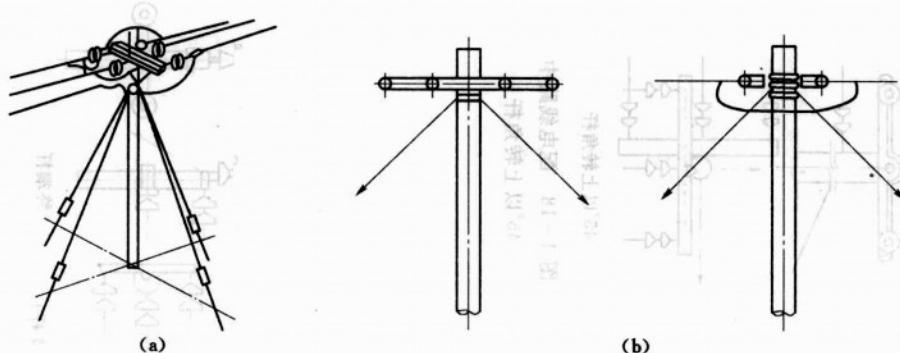
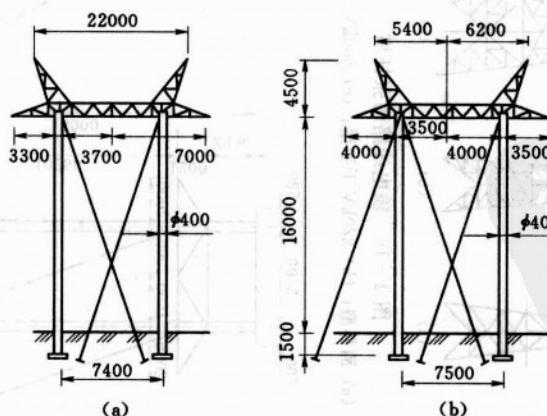

图 1-13 配电线路耐张杆
图 1-15 220kV 单回路承力杆 (单位: mm)
(2) 耐张杆。耐张杆也叫承力杆或分段杆。它除承受自身重量和侧向风力之外，还要承受较大的事故载荷。因为，线路在运行中，会发生断线故障，使混凝土杆承受不平衡拉力。为防止故障扩大，以限制事故的范围。起着隔离事故的作用；另外，在施工安装导线的过程中，它要作为施工紧线的支柱，承受较大的安装荷载，两个耐张杆之间的距离，称为耐张段或耐张档距。配电线路的耐张杆一般选用单柱拉线式，在特殊情况下，如城市配电网不便加装拉线，可用铁塔，如图 1-13~图 1-15 所示。配电线路有单杆拉线（主要